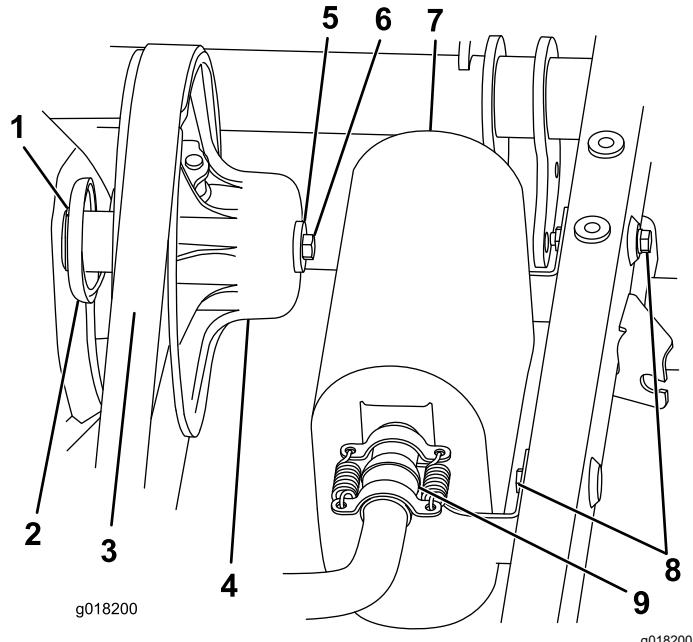

図 9
3. マフラーを排気システムに固定しているスプリング2本を外し、マフラーをフレームに固定している金具をはずしてマフラーを取り外す図9。
4. 2次クラッチからベルトを外す図9。
5. クラッチを固定しているボルトとステップワッシャを外し、トランスアクスルからクラッチを抜き出す図9。